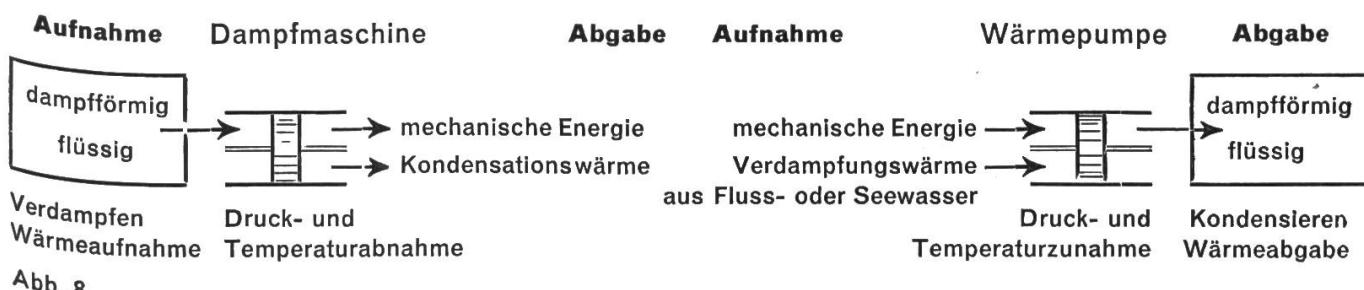

Abb. 8
**B. Vergleich mit der Dampfmaschine.** Eingangs ist auf den umkehrbaren Vorgang mechanische Energie → Wärme hingewiesen worden. Dampfmaschine und Wärmepumpe sind Anwendungen dieser Vorgänge. Die einfache Skizze nach Abb. 8 entsteht während der Besprechung. Sie zeigt dem Schüler in einprägsamer Weise den entgegengesetzten Verlauf des Arbeitsvorgangs.